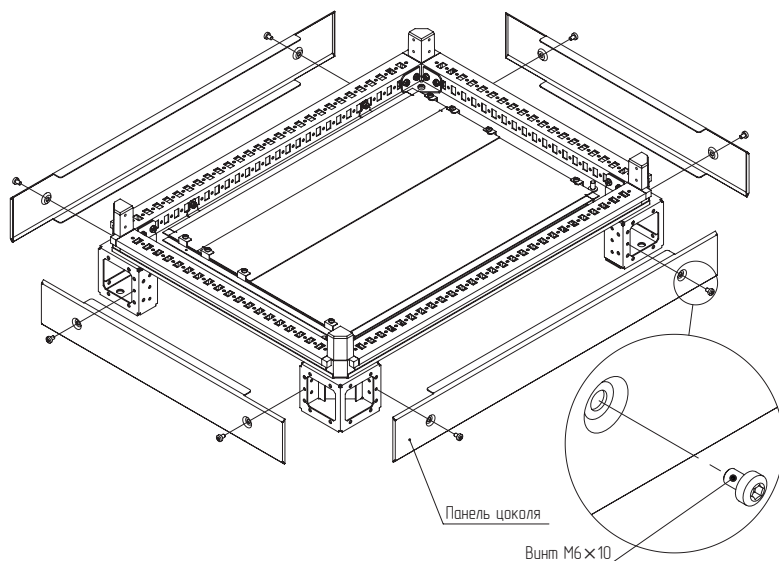

Рисунок 7
4.3.4 Установить панели цоколя на углы цоколя и зафиксировать с помощью винтов M6×10 (рисунок 7). Момент затяжки – 7 Н·м.